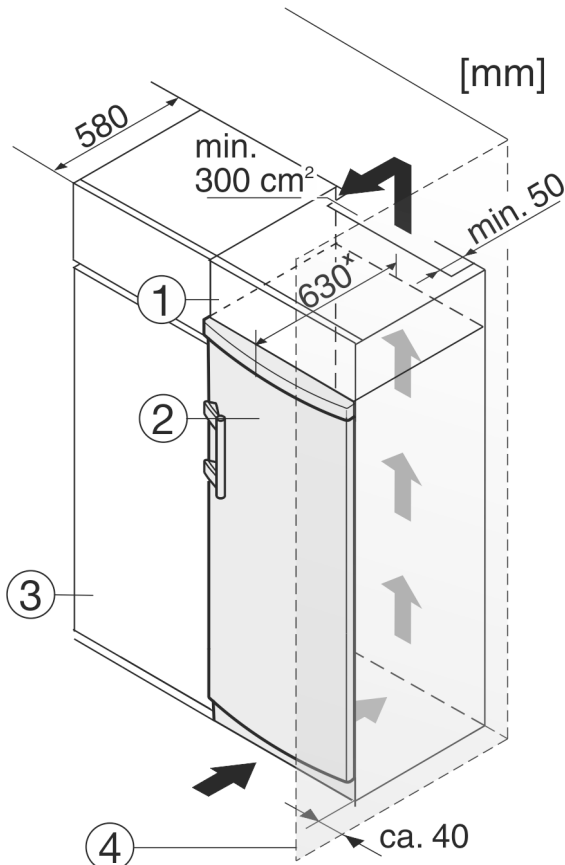

Fig. 10
- (1) Rátét szekrény (3) Konyhaszekrény
(2) Berendezés (4) Fal
A készüléket körbe lehet építeni konyhaszekrényekkel. Rá lehet szerelni Fig. 10 (2) egy rátét szekrényt, hogy a készüléket a konyhabútorok magasságához Fig. 10 (1) igazítsa.
Ha (max. 580 mm mélységű) konyhaszekrényekkel építi körül, akkor a berendezést közvetlenül a konyhaszekrény Fig. 10 (3) mellett is felállíthatja. A készülék oldalirányban 34 mm^x, a közepétől pedig 50 mm^x távolságban nyúlik túl a konyhaszekrény előlapjához képest.
Mikor a berendezést a csuklópántokkal egy fal Fig. 10 (4) mellett állítja fel, akkor a berendezés és a fal közti távolság legalább 40 mm legyen. Ez nyitott ajtó esetén megfelel a fogantyú túlnyúlásának.